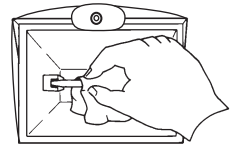

Fig. 2
2. Con guantes o un paño suave, con cuidado introduzca e foco ejerciendo presión en uno de los extremos para que encaje en uno de los casquillos de muelle y repita el mismo procedimiento con el otro extremo. El foco debe cazar con precisión dentro de los contactos (Fig. 2).